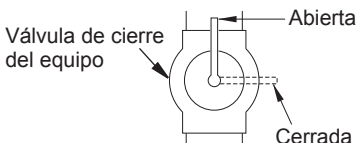

Figura 18 - Válvula de cierre del equipo
1. Cierre la válvula de cierre del equipo (consulte la figura 18).
1. Abra la válvula de cierre del equipo (consulte la figura 18, página 51).